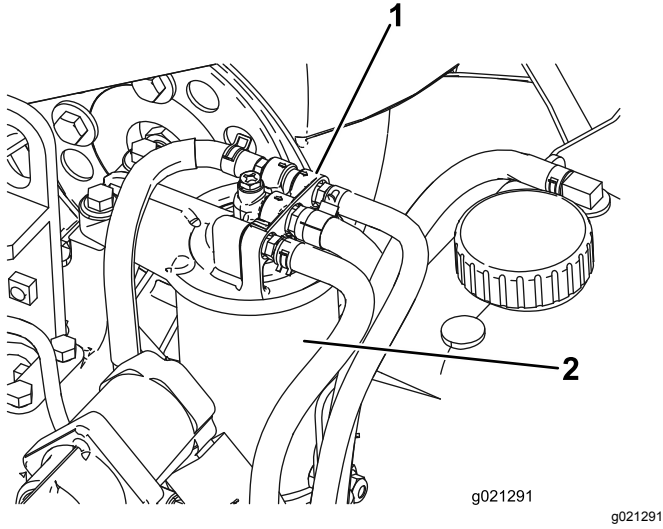

Bild 84
1. Reinigen Sie den Bereich um den Kraftstofffilterkopf (Bild 84).
2. Entfernen Sie den Filter und reinigen die Kontaktfläche (Bild 84).